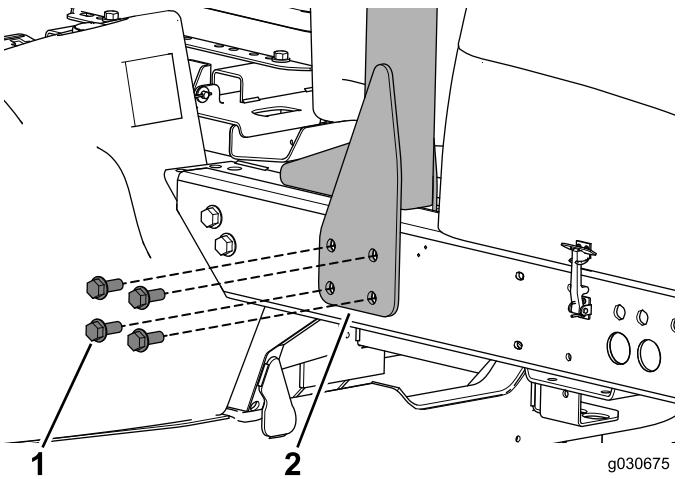

Figure 6
1. Retirez et conservez les boulons qui fixent le système ROPS au côté gauche de la machine (Figure 6).